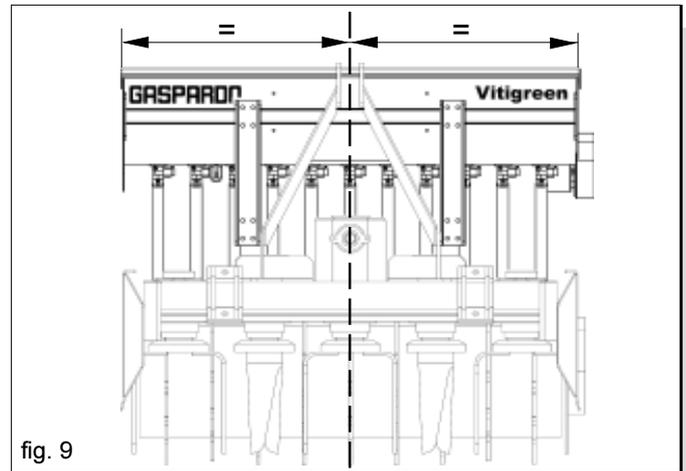

fig. 9
- 2) Den Traghalm des Saatgutkastens (2) mit den vier Bügelbolzen auf den Haltern (1) sichern, dabei auf die Zentrierung zur Geräteachse achten (Abb. 9).